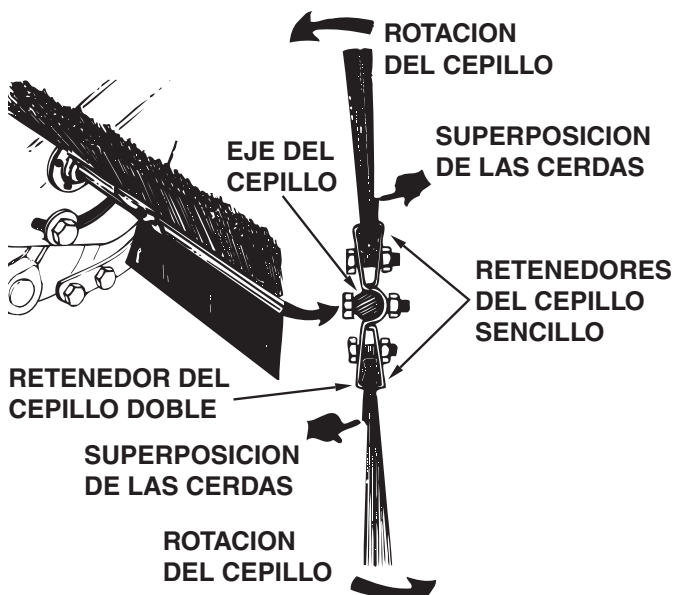

FIGURA 26
2. (Figura 26) Afloje los pernos hexagonales y las tuercas de cierre en los dos retenedores del cepillo sencillo, que sujetan un cepillo a los retenedores del cepillo doble. No afloje ni retire los pernos que fijan los retenedores del cepillo doble al eje del cepillo.
3. (Figura 26) Saque deslizando el cepillo de los retenedores, fijándose bien en qué lado del cepillo se superponen las cerdas.
4. (Figura 26) Instale el cepillo nuevo, asegurándose de que las cerdas se superpongan en el mismo lado del cepillo, como estaban antes.